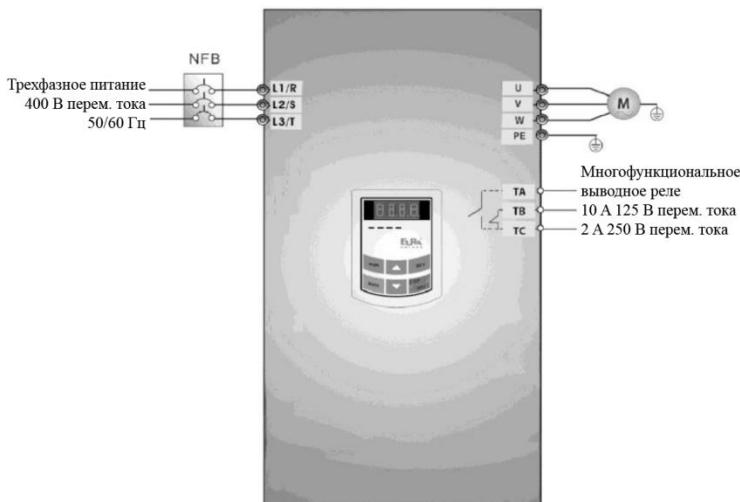

Рис. 5-1 Электропроводка 1
- (1) Подключите провода, как показано на Рис. 5-1. После проверки электропроводки, включите питание инвертора.
- (2) Нажмите клавишу **—Fun (Функция)¶** для входа в меню программирования.
- (3) Замерьте параметры двигателя
- (2) Нажмите клавишу —Fun (Функция) для входа в меню программирования.
- (3) Проверьте параметры двигателя: процедура аналогична примеру 1.
- (4) Задайте функциональные параметры инвертора: